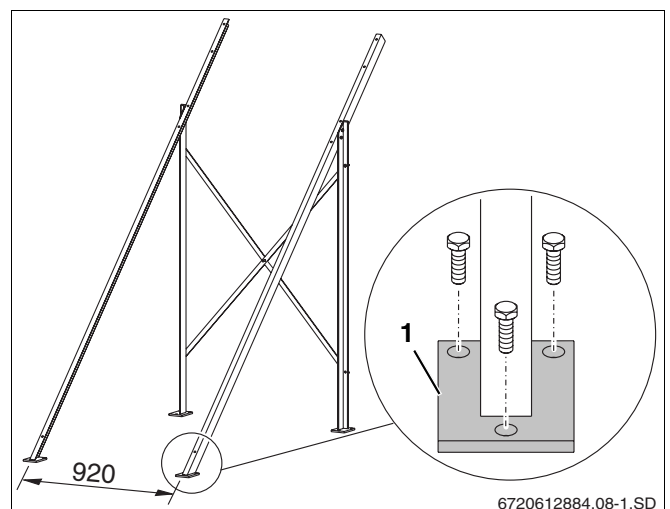

fig. 8 Fixar as placas de base (medidas em mm)
- ▶ Fixar as placas de base (fig. 8, **item 1**) em baixo, a uma distância de 920 mm (centro/centro), no chão, com pelo menos dois parafusos (diâmetro útil mín. 10 mm) por placa de base.